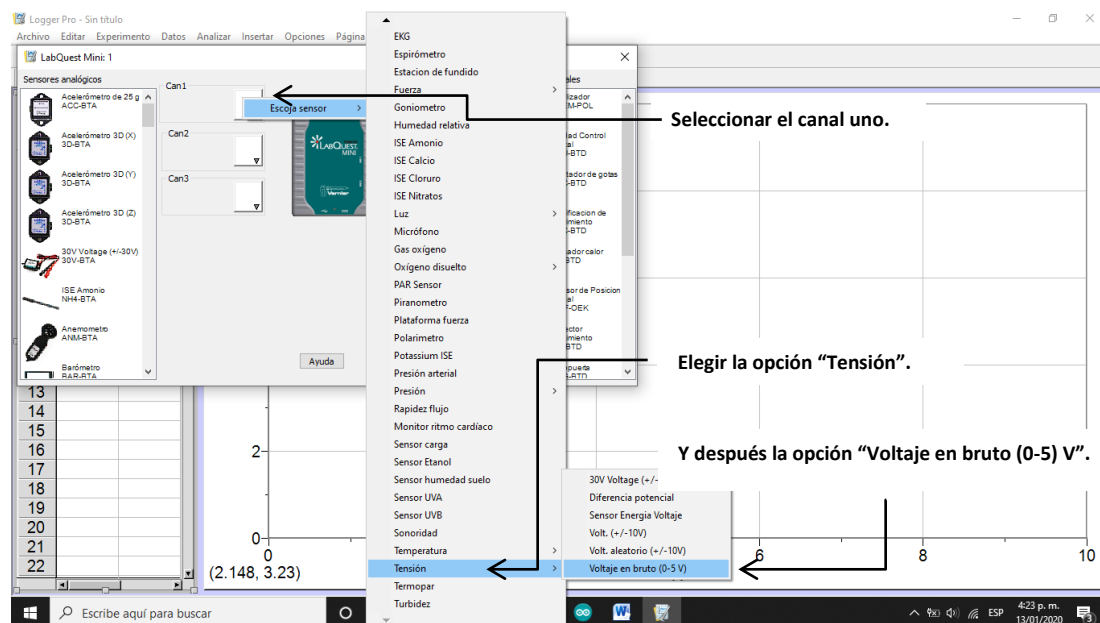

Figura 4. Configuración del sensor de movimiento.
- c) Hacer click en el icono  que aparece en la esquina superior izquierda de la pantalla, elegir el canal uno de la interfaz y después la opción “Tensión” del menú desplegable, tal como se muestra en la Figura 4. Elegir “Voltaje en bruto (0-5) V” del submenú y cerrar la ventana.